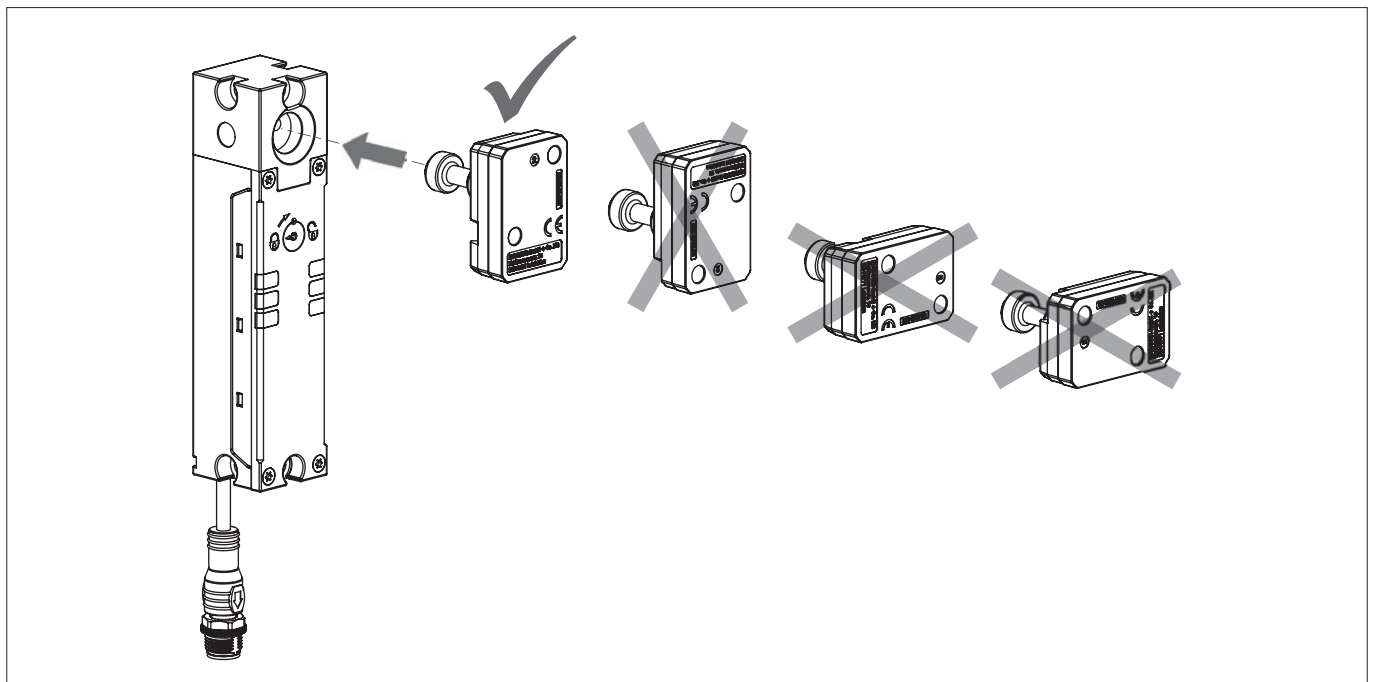

Bild 2: Ausrichtung Betätiger
- Betätiger und Sicherheitsschalter müssen so angebracht werden, dass der Betätiger bei geschlossener Schutzeinrichtung senkrecht und vollständig in den Schalter eingeführt ist (siehe *Bild 2*). Bei unsachgemäßer Montage ist die Zuhaltfunktion nicht gewährleistet.